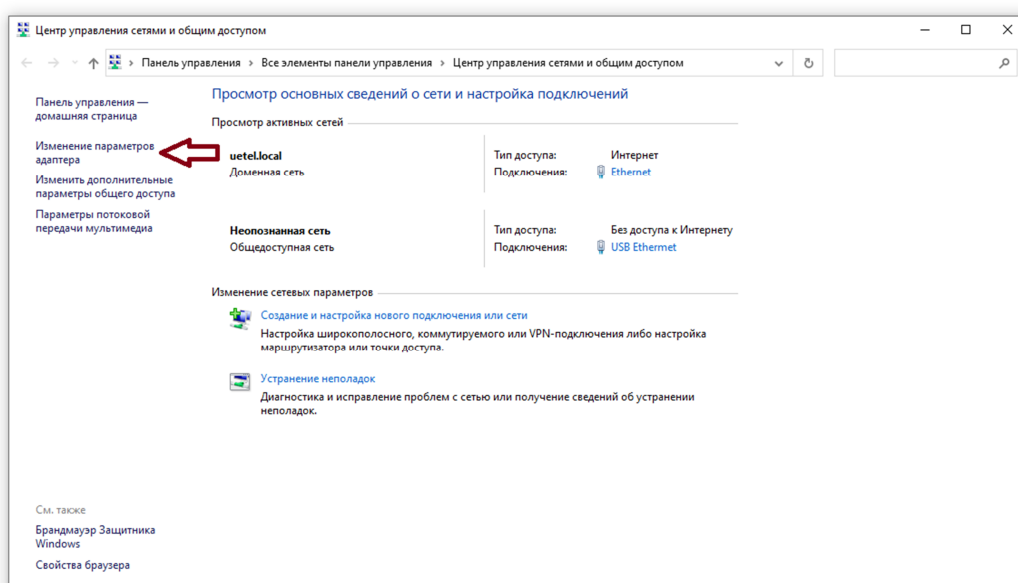

Рис.1.1. Центр управления сетями и общим доступом
- 1.2.1. Перейдите в Центр управления сетями и общим доступом -> изменение параметров адаптера. (см. рис. 1.1.).